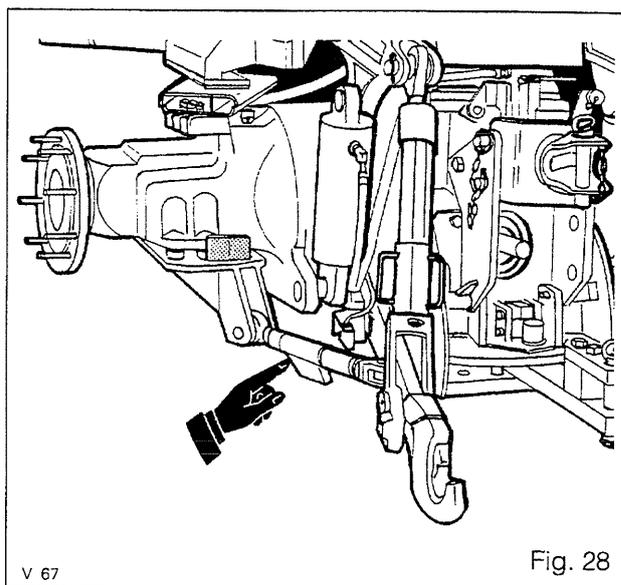

Fig. 28
- Stabilisateurs à vis (Fig. 28)